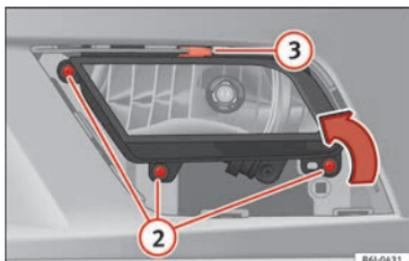

Fig. 190 Faro antiniebla.
- Retire los 3 tornillos » fig. 190 ② para extraer el faro antiniebla.
- Retire la grapa metálica situada en la parte superior del faro antiniebla tirando hacia el exterior del vehículo » fig. 190 ③.